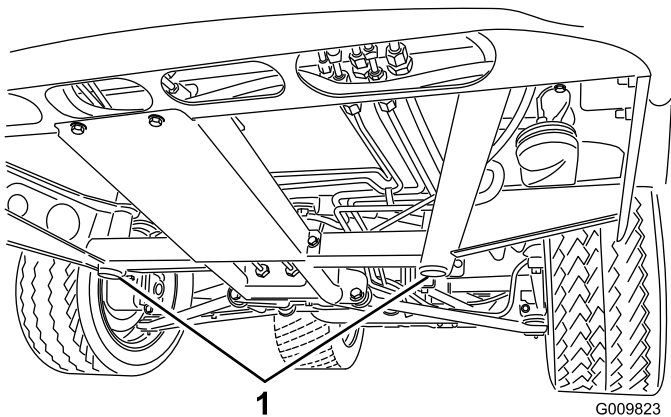
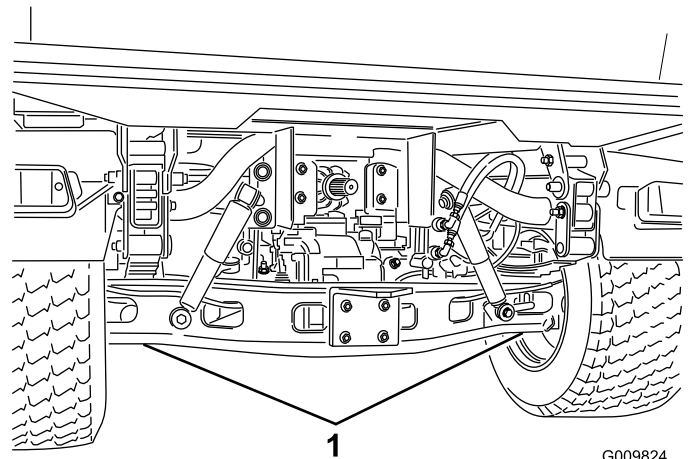

Figura 45
Figura 46
- El punto de apoyo del gato en la parte delantera de la máquina se encuentra debajo del travesaño central delantero del bastidor (Figura 45). El punto de apoyo de la parte trasera de la máquina está debajo del eje (Figura 46).